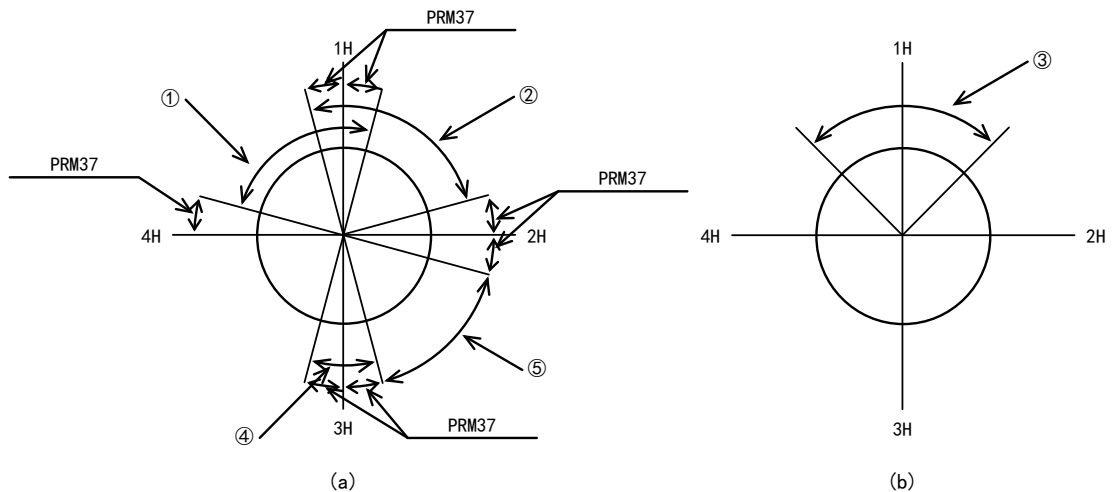

图 7.8 等分分割指定 (G101) 和参数
位于图 7.8 (a) 中①的范围内时, 假如执行了 G101A4;G91A0F□□, 则移动到 1H 的位置。
位于图 7.8 (a) 中②的范围内时, 假如执行了 G101A4;G91A0F□□, 则移动到 1H 的位置。
位于图 7.8 (b) 中③的范围内时, 假如执行了 G101A4;G91A0F□□, 则移动到 1H 的位置 (最近的位置)。PRM37 不对动作产生影响。
位于图 7.8 (a) 中④的范围内时, 假如执行了 G101A4;G91A0F□□, 则移动到 3H 的位置。
位于图 7.8 (a) 中①的范围内时, 假如执行了 G101A4;G91A-1F□□, 则移动到 4H 的位置。
也就是说, 位于图 7.8 (b) 的范围内时, 假如执行了 G101A4;G91A1F□□, 移动到 2H 的位置; 而执行了 G101A4;G9A-1F□□, 则移动到 4H 的位置。
位于图 7.8 (a) 中④的范围内时, 假如执行了 G101A4;G91A-1F□□, 则移动到 2H 的位置。
位于图 7.8 (a) 中④的范围内时, 执行了 G101A4;M70;后, 当前的分割位置 (图中, 分割位置 3 ·· bit 0 和 bit 1) 由 CN3 的 M 代码输出以二进制予以输出。
位于图 7.8 (b) 中③的范围内时, 分割位置 1 (bit 0) 被输出。
位于图 7.8 (a) 中④的范围内时, 执行了 G100A4;M70;后, 当前的分割位置 (图中, 分割位置 3 □□ bit 0 和 bit 1) 由 CN3 的 M 代码输出予以输出。